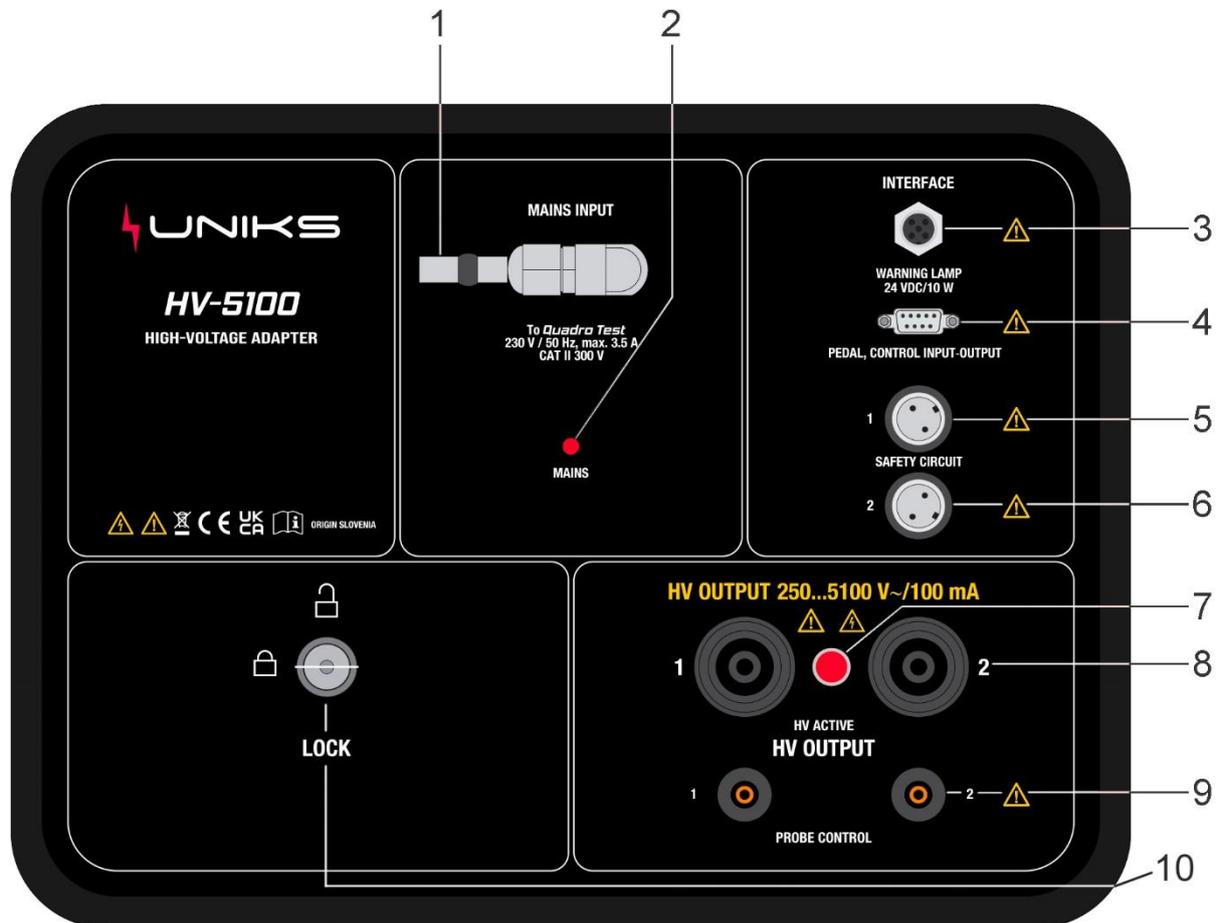

Figura 2: Elementi operativi e connettori sull'adattatore HV5100
- 4) L'adattatore HV5100 è alimentato quando la spia luminosa rossa RETE è accesa (figura 2, dettaglio 2).